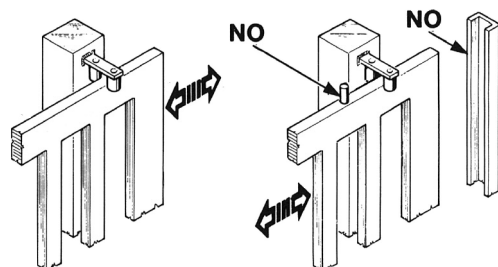

Fig. 3
- Las columnas de la verja tienen que llevar en su parte superior unas guías anti-desarrilamiento (Fig. 3) para evitar desenganches involuntarios.